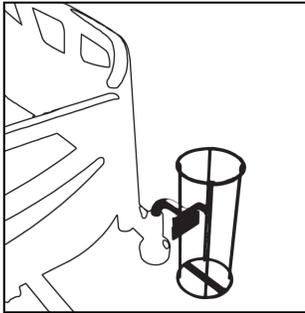
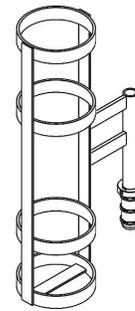

Figura 27 – Instalar o suporte da botija de oxigênio (MM006)
Figura 28 – Instalar o suporte da botija de oxigênio (MM061/MM062/MM063)
1. Insira o suporte da botija de oxigênio numa das duas mangas para acessórios próximas da extremidade do lado da cabeça (Figura 27, Figura 28).